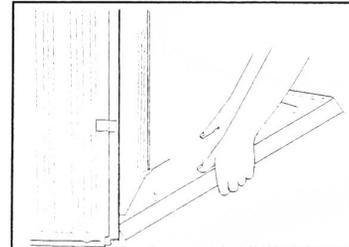

FIGURE 5
8. Fermer partiellement la porte pour engager les loquets de la gâche de porte. La porte restera bloquée à cette position. Voir Figure 5.